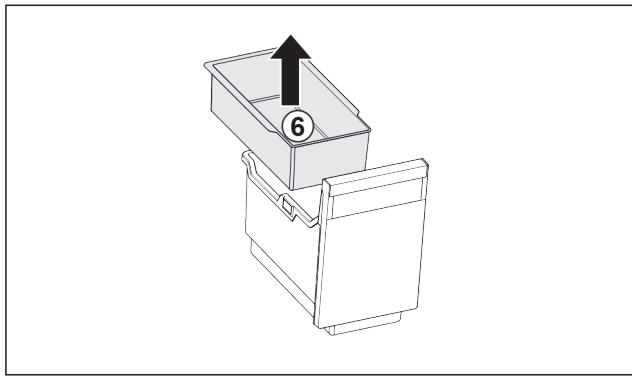

Fig. 124
- ▶ Vyjměte závěsnou misku Fig. 124 (6).